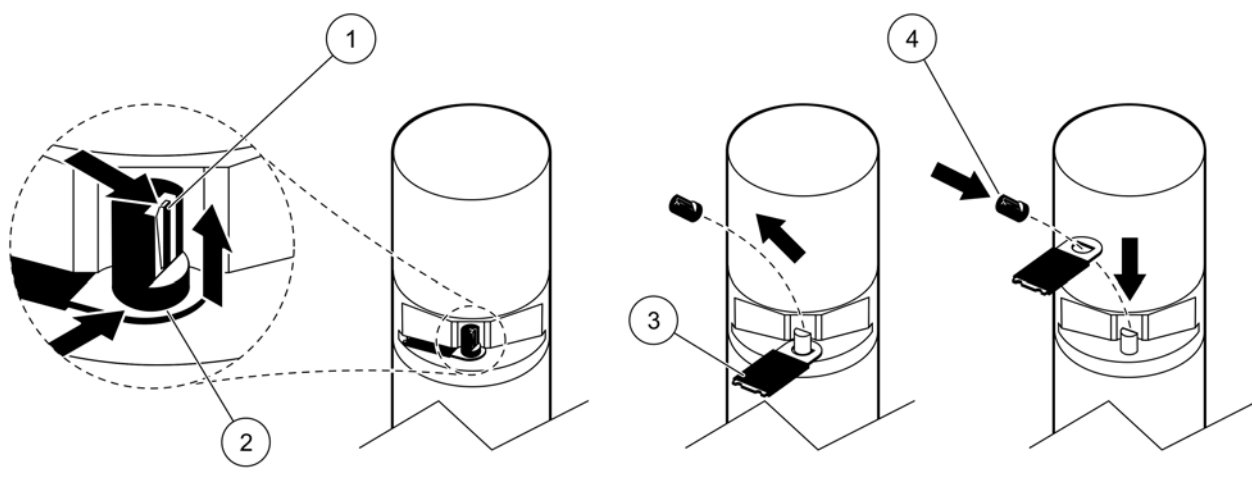

Figura 8 Cambio del elemento de la rasqueta
Consulte la Figura 8 y los pasos a continuación para cambiar el elemento de la rasqueta.
9. Levante el tope de sujeción (Figura 8, elemento 1), mueva la parte inferior de la cápsula hacia arriba y sáquela (Figura 8, elementos 2 y 3).
11. La rasqueta se extiende automáticamente. Reemplace el elemento de la rasqueta (Figura 8, elemento 4) y reemplace la cápsula para luego fijarla en su lugar (Figura 8, elemento 5).